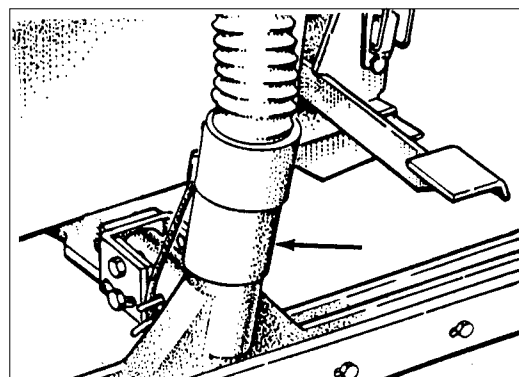

Fig. 17
5. Fastgør sugelangen til slangestudsene oven på selve sugefoden. Se fig. 17.
3. Træk splitten ud af beslaget og fjern sugefoden. Se fig. 17.